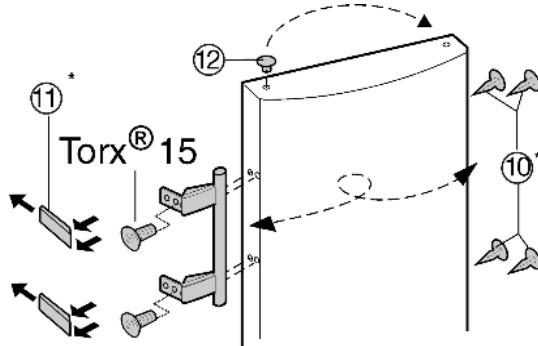

Fig. 7
- Vyjměte zátky Fig. 7 (12) z pouzdra ložisek dveří a přemístěte je.
- Odmontujte kliku dveří, zátky Fig. 7 (10) a krycí destičky Fig. 7(11) a nasadte na druhou stranu.